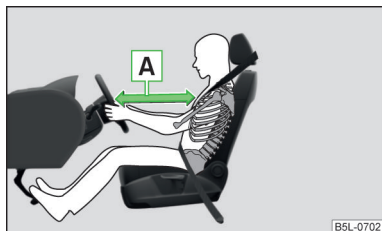

Fig. 142
- Es importante que el conductor y el acompañante mantengan una distancia mínima de 25 cm con respecto al volante o al cuadro de instrumentos [A] » fig. 142. Si no respeta la distancia mínima, el sistema de airbag no podrá protegerle. ¡Peligro de muerte! Además, los asientos delanteros y los reposacabezas siempre deben estar correctamente ajustados a la estatura del ocupante.